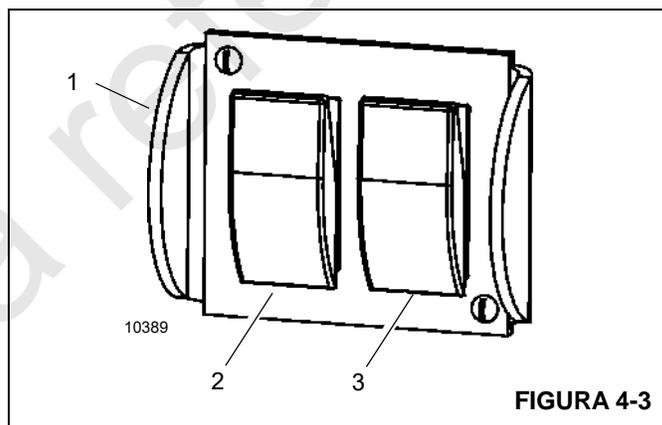

FIGURA 4-3
A chave de solavancos do guincho (1, Figura 4-3) está localizada no para-choque dianteiro. Use a chave de solavancos do guincho para levantar ou baixar o guincho principal (2) ou auxiliar (3) ao retraindo o moitão ou o peso de descida. As chaves de solavancos do guincho ficam ativas quando a lança está retraída no apoio da lança.